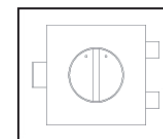

Fig. 5D
B. Термостат с датчиком температуры пола (заводская установка) – положение микропереключателя показано на Рис. 5d (Максимально налево). Термостат регулирует температуру пола с помощью выносного датчика.
B. Floor thermostat (preset at the factory) - The thermostat regulates the floor temperature by means of the floor sensor. Setting as shown in Fig 5d (maximal turning to the left).